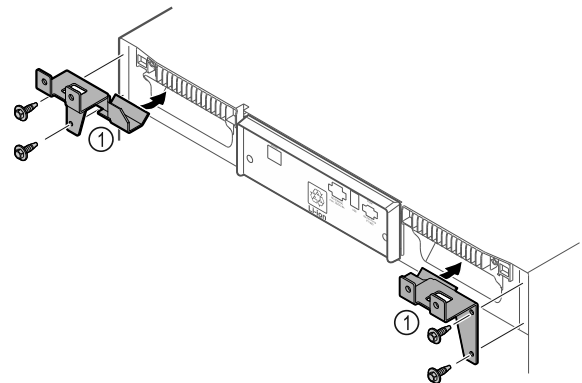

Fig. 69
- ▶ Halteteile Fig. 69 (1) mit selbstschneidenden Schrauben am Gerät montieren.